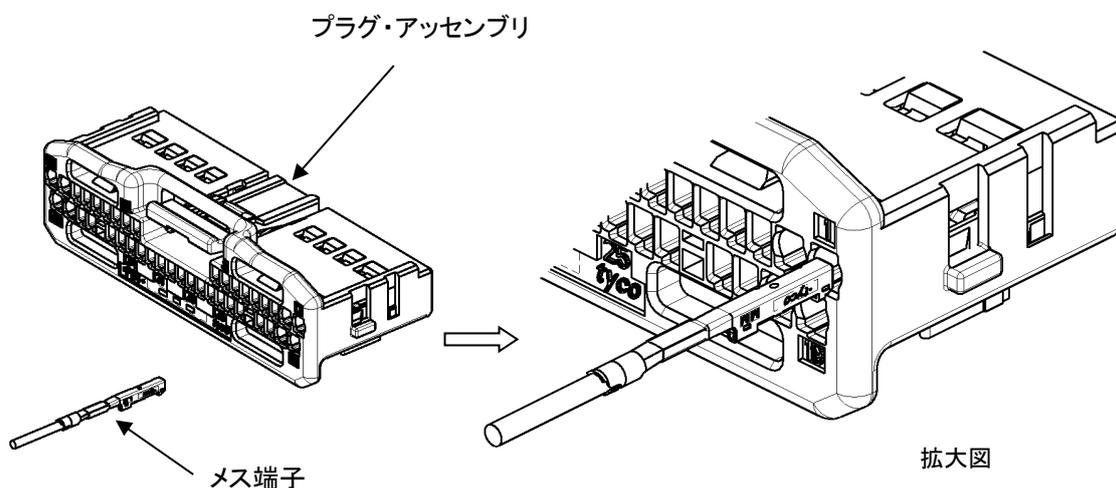

Fig.9
- (3) Fig.9 のような向きにメス端子を指定のキャビティ(メス端子が収納される穴)に挿入します。ランス(端子ランス)が係止され、それ以上挿入できなければ完了です。